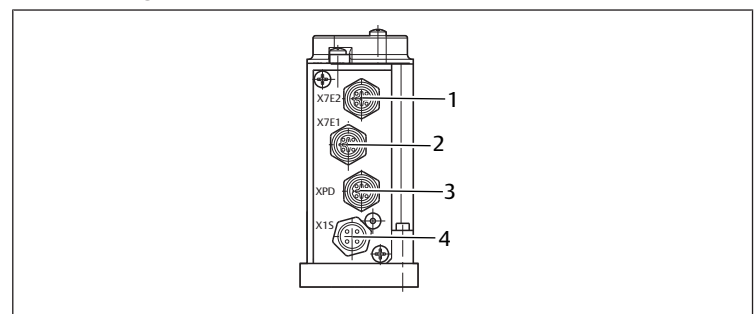

Fig. 3: Attacchi e connettori
Il collegamento al sistema bus viene effettuato tramite i connettori dati a 5 poli M12 con codifica D. In un sistema PROFINET la sequenza fisica degli apparecchi può essere scelta a piacimento. Quindi gli attacchi X7E1, PROFINET (2) e X7E2, PROFINET (1) sono intercambiabili e possono essere configurati solo quando l'apparecchio non è in funzione. Ved. → Fig. 3.